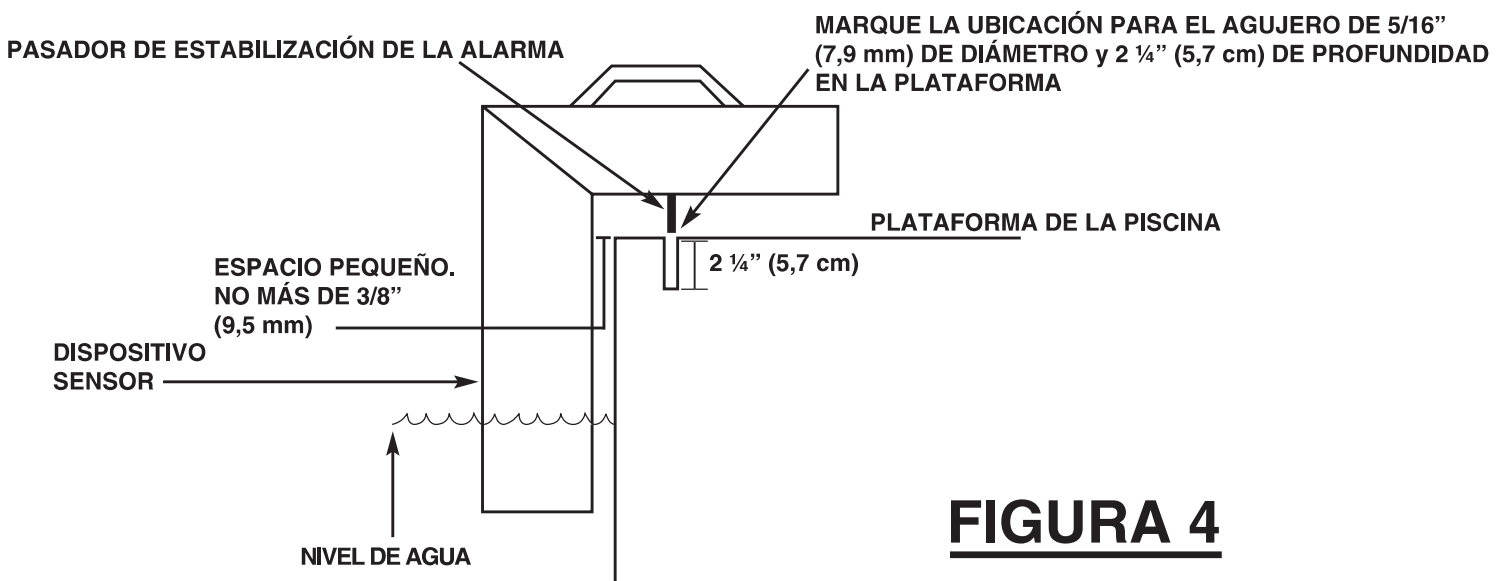

FIGURA 4
1. Coloque la alarma de piscina de modo que el dispositivo sensor esté en el agua y el ASP esté tocando la plataforma (deje un pequeño espacio de no más de 3/8" (9,5 mm) entre el dispositivo sensor y la parte superior de la plataforma o el remate de la pared), (**vea la figura 4**).